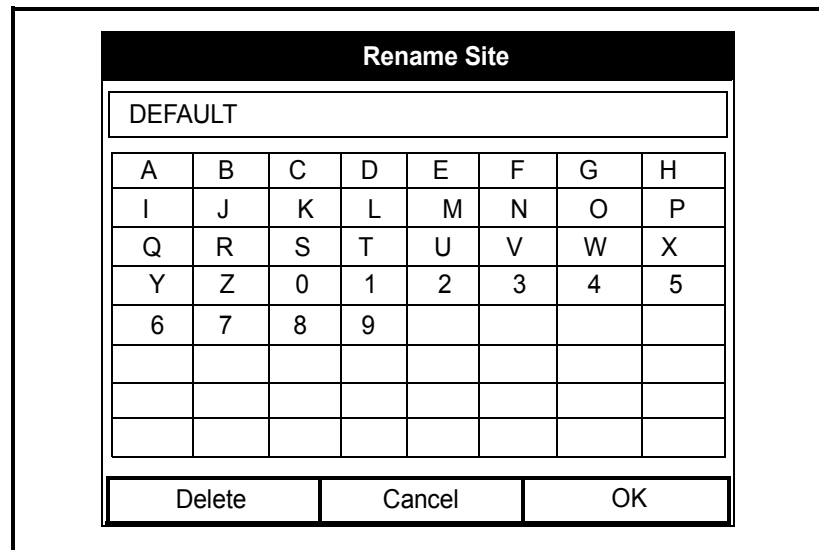

Figura 4-9: A Janela *Rename Site* (Mudar o Nome de Local)
2. Desloque-se até à opção *Rename* (Mudar o Nome) e pressione [ENTER]. Abre-se uma janela semelhante à da Figura 4-9 abaixo.